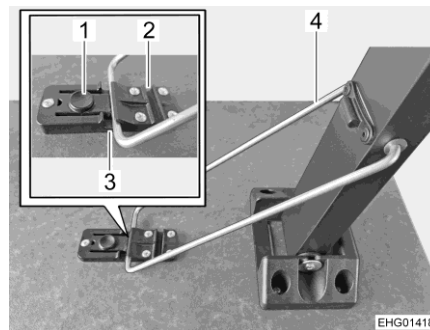

Fig. 39 Table pliante, verrouillage
- Avant que le pied de table ne soit à la verticale, soulever légèrement l'étrier support (Fig. 39,4), le faire passer par-dessus l'élément de verrouillage et le presser dans la première rainure (Fig. 39,3). L'étrier support doit être sécurisé par la pièce de fixation en plastique comme décrit à la Fig. 39.
- Replier le pied de table du milieu. Appuyer sur le bouton de déverrouillage (Fig. 39,1), tirer l'étrier support en dehors de la rainure et rabattre le pied de table vers le bas.
- Presser le pied de table dans la deuxième rainure (Fig. 39,2) jusqu'à ce qu'il s'enclenche.